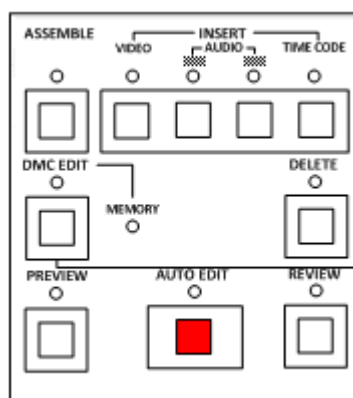

Рис. 7. Группа клавиш «монтаж»
- Группа клавиш «Монтаж» (рис. 7). К данной группе относятся: